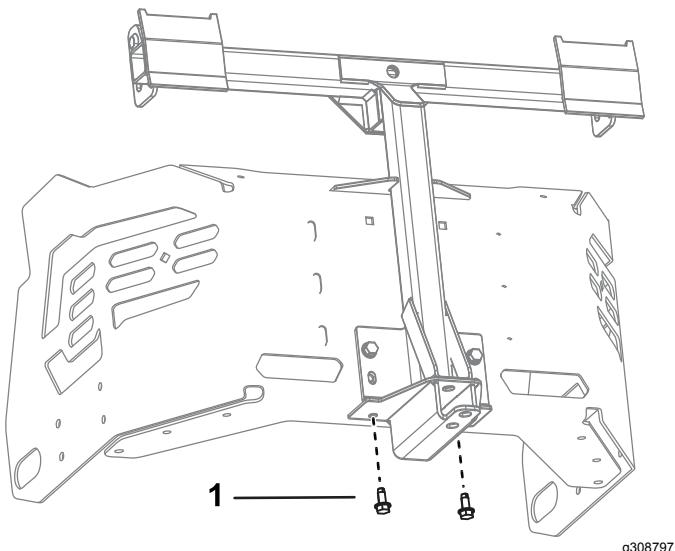

Figure 4
3. Retirez les 2 vis autotaraudeuses du bas du cadre de la machine (Figure 4).
5. Fixez le cadre pivotant au bas du cadre de la machine à l'aide de 2 vis autotaraudeuses (5/16" x $\frac{3}{4}$ "), comme montré à la Figure 4.